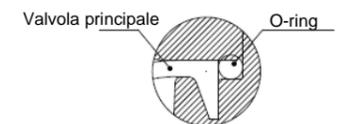

Figura 11. Posizione dell'O-ring
- Dopo l'installazione, assicurarsi che l'o-ring sia completamente alloggiato nell'incavo (vedere Figura 11). Se l'o-ring è caduto dall'incavo, potrebbe causare trafileamenti esterni o malfunzionamenti.